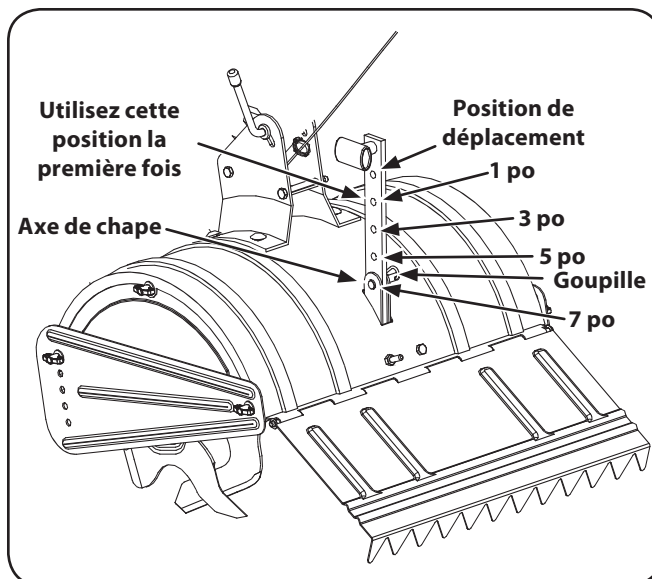

Figure 5-1
1. Lors de la première utilisation du motoculteur, employez le deuxième trou de réglage à partir du haut (profondeur de travail: 1 po). Voir la Fig. 5-1.
6. Enlevez l'axe de chape et la goupille épingle pour ajuster le guide de profondeur. Voir la Fig. 5-1. Placez le guide de profondeur à la position voulue. Maintenez en place avec l'axe de chape et la goupille épingle.